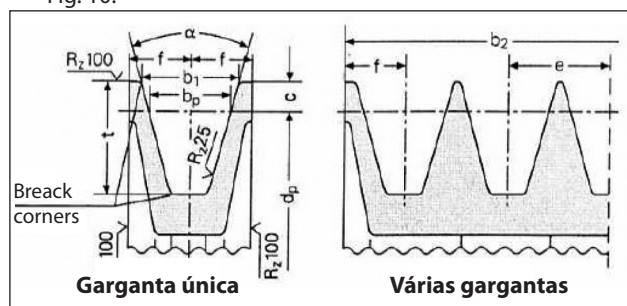

Fig. 9
- a) Use polias para a correia trapezoidal com as dimensões da garganta prescrita/aconselhada pelo fabricante da correia usada. Na falta das orientações, siga a Fig. 9 e a tabela da Fig. 10.